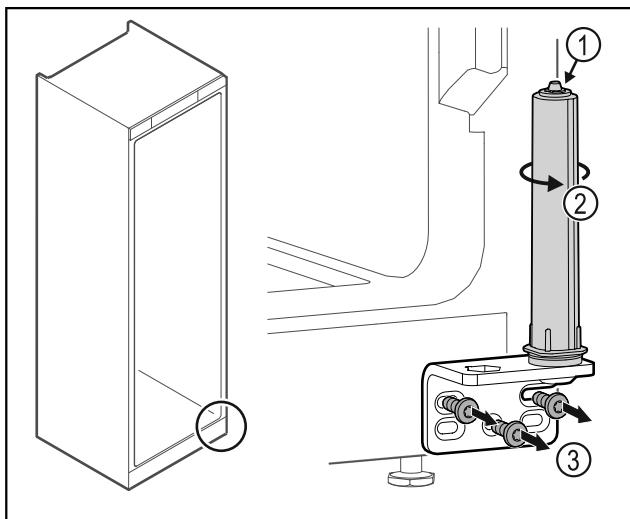

Fig. 29
► Nerozoberajte systém zatvárania dverí Fig. 29 (1).
- Otáčajte systém zatvárania Fig. 29 (2), kým nezavakne.
- Odskrutkujte uholník závesu Fig. 29 (3).